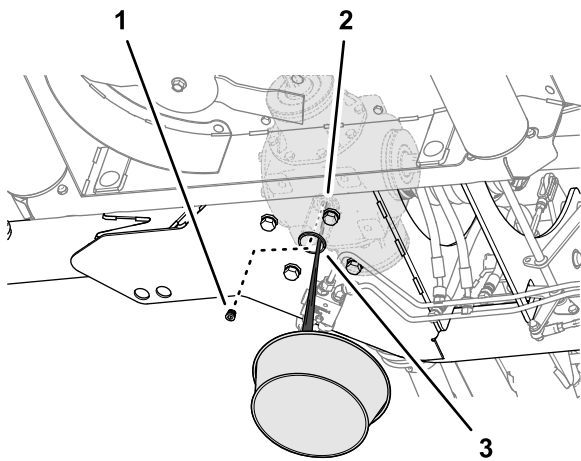

Figura 60
- Lavorando attraverso il foro di accesso nella piastra inferiore del telaio del tosaerba, allineate una bacinella di spurgo sotto il foro (Figura 60).
2. Rimuovete il tappo di spurgo a presa dal relativo foro della scatola ingranaggi centrale e lasciate spurgare completamente il lubrificante (Figura 60).